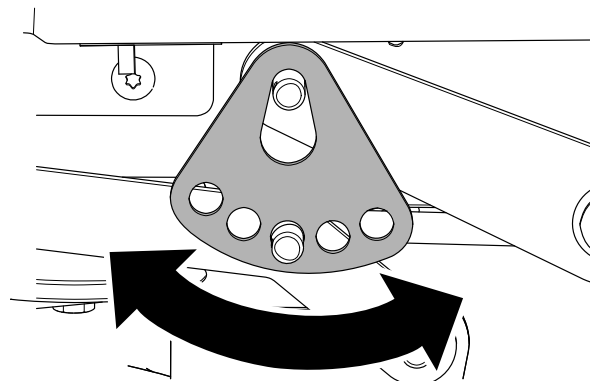

Figure 72
7. Tournez la plaque de hauteur de coupe à un trou différent pour que le poids du plateau de coupe soit soutenu après l'installation de la plaque (Figure 72).
8. Remettez en place la rondelle et la goupille fendue (Figure 72).